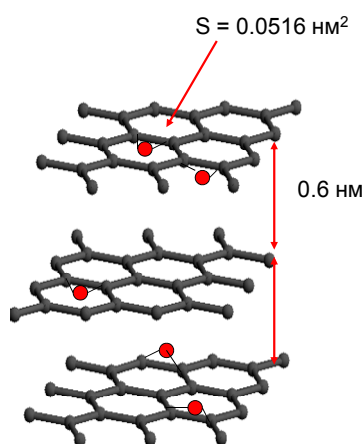
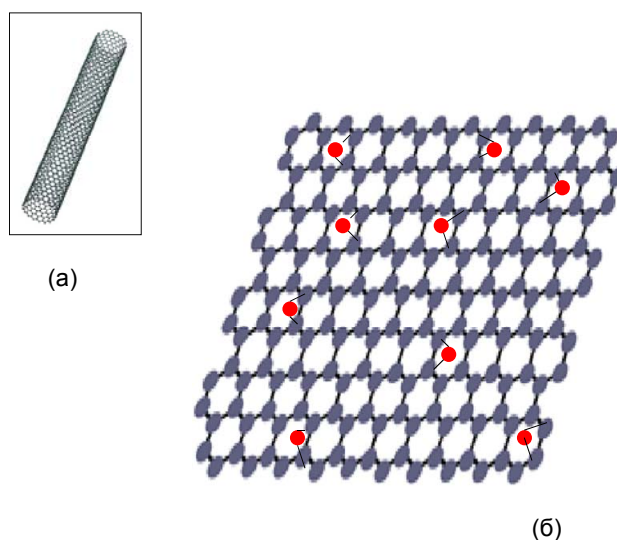

Рис. 1. Оксид графита. Черные и красные кружки – атомы углерода и кислорода, соответственно.
Рис. 2. а) Одностенная углеродная нанотрубка. б) оксид графена.
4. Исходя из структуры полимеров 2 и 3, объясните профили высот (рис. 2а) для этих полимеров, если найденный по СТМ изображению период полимера 2 (L на рис. 2б) составляет 0,86 нм. (2 балла)
Рис. 2 а) Профили высот полимеров 3 и 2 вдоль оси x (расположение оси показано стрелками на СТМ изображениях); б) увеличенное СТМ изображение полимера 2.
В 2012-2013 году появились сообщения о новых возможностях использования оксида графита (ОГ-фита) и оксида графена (ОГ-фена). ОГ-фит имеет обычную структуру графита, в которой часть атомов углерода окислена. Атомы углерода образуют правильные шестиугольники. Межплоскостные расстояния по сравнению со структурой графита увеличены (см. рис. 1). ОГ-фен – одна плоскость из структуры ОГ-фита. (см. рис. 2). Состав обоих ОГ в нашей задаче выразим простейшей формулой $\text{CO}_{0.25}$.